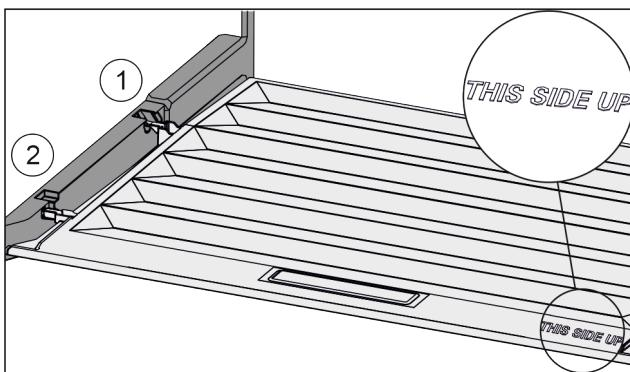

Fig. 69
- Вставити поперечні ребра через отвір заднього тримача Fig. 69 (1) і зафіксувати спереду у тримачі Fig. 69 (2).